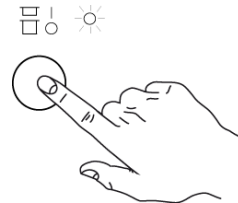

Abb. 27
- 4- Schließen Sie die Tür und drücken Sie den KNOPF "A", um die Spülmaschine einzuschalten. Dies wird durch die GRÜNE Kontrolllampe "D" angezeigt. (Abb. 27)